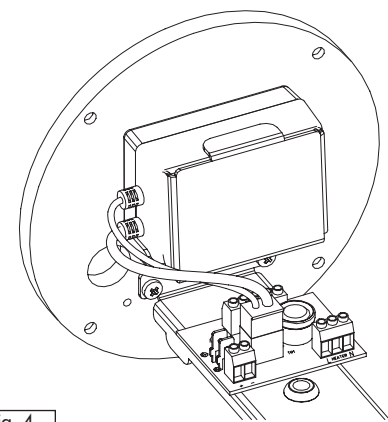

Fig. 4
- Inserire il connettore a 6 poli posto all'estremità del cavo nel suo corrispondente indicato con J2 sul circuito d'appoggio (Fig. 4 e Fig. 9).
- Insérer le connecteur à 6 pôles, placé au bout du câble, dans l'emplacement indiqué par J2, sur le circuit d'appui (Fig. 4 et Fig. 9).
- Insert the 6 pin connector at the end of the cable into the correspondent one on the support circuit, identified by J2 (Fig. 4 and Fig. 9).
- Den 6 poligen Stecker am Kabelende an die vorgesehene Stelle des Auflageschaltkreises, gekennzeichnet durch die Aufschrift J2, setzen (Fig. 4 und Fig. 9).